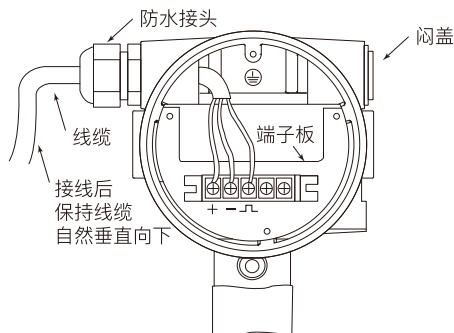

图3.7 表头接线示意图
- 4) 在应用现场的允许条件下，建议按照图3.7进行接线，以防止水通过线缆进入仪表。